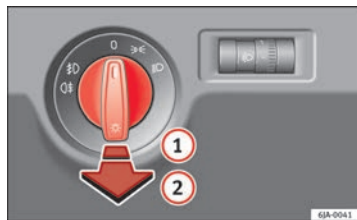

Fig. 56 Cuadro de instrumentos: mando de luces
- Primero, gire el mando de las luces ⇒ fig. 56 hasta la posición ☹ o ☹☹.
- Tire del mando de luces hasta la posición ①.
- Primero, gire el mando de las luces ⇒ fig. 56 ⇒ página 98 hasta la posición ☹☹ o ☹☹☹.
- Tire del mando de luces hasta la posición ②.